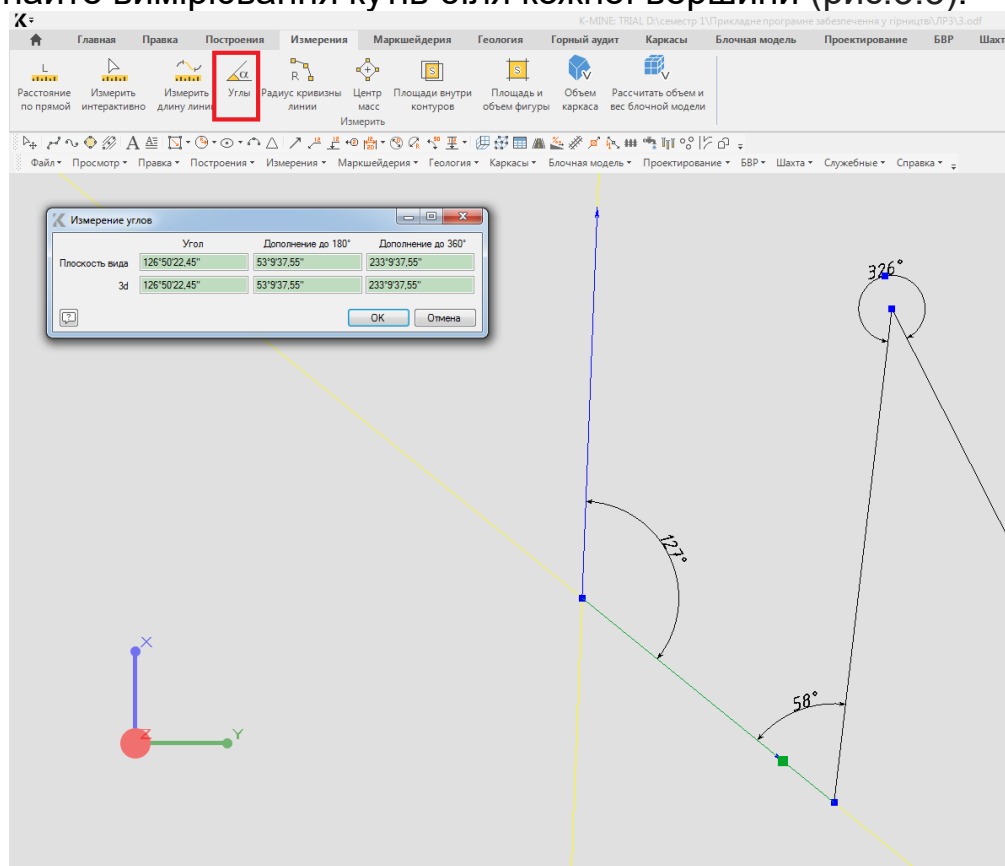

Рисунок 3.3. Приклад виконання завдання 21
18. Створіть об'єкт полілінія, що складається з 5-7 точок. Виконайте вимірювання кутів біля кожної вершини (рис.3.3).